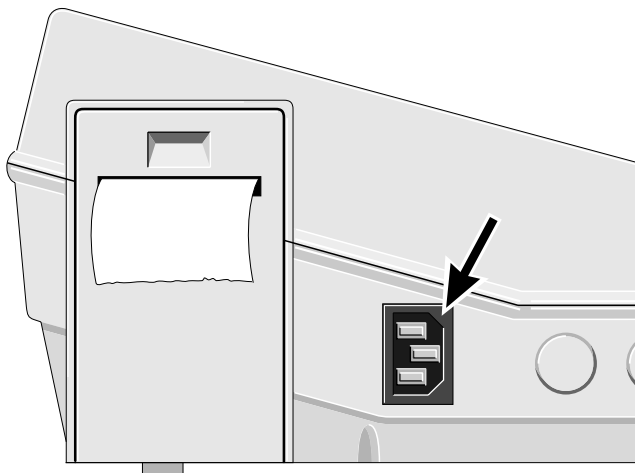

Bild 3-1. Netzanschluß
- \* Schließen Sie das Gerät mit der Geräteanschlußleitung an das Versorgungsnetz an (Bild 3-1).